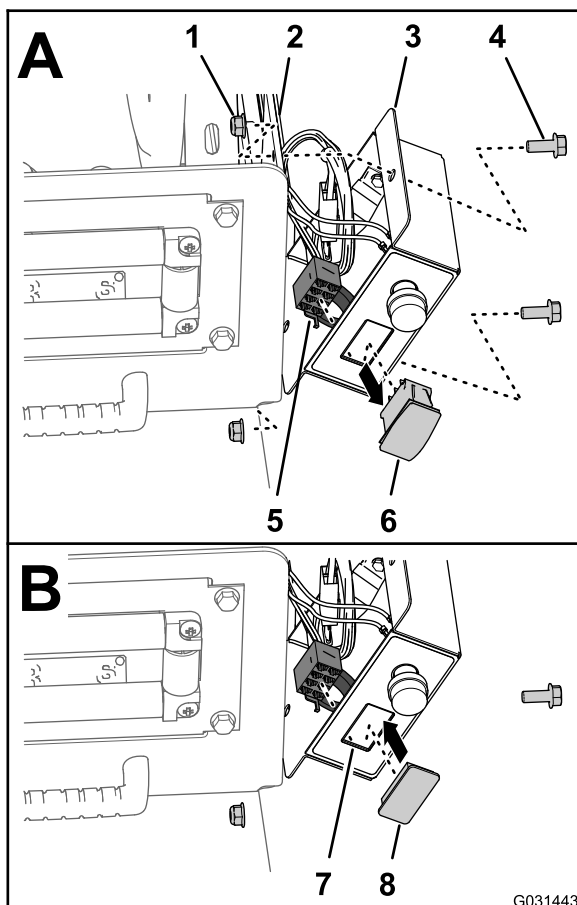

Figura 7
- Retire os 2 parafusos (5/16 x 3/4 pol.) e as 2 porcas de bloqueio (5/16 pol.) que prendem a caixa de controlo à placa de montagem do cilindro (Figura 7).
- Desligue o conector de 8 tomadas da cablagem da caixa de controle do interruptor de controle da pressão (Figura 7).
- Passo o conector de 8 tomadas por dentro da caixa de controle (Figura 7).
- Aperte as abas de bloqueio do interruptor de controle da pressão e pressione o interruptor para fora da caixa de controle (Figura 7).
- Alinhe o tampão do interruptor com a abertura na caixa de controle de onde retirou o interruptor (Figura 7).
- Insira o tampão do interruptor na caixa de controle até o tampão ficar bem preso na cobertura (Figura 7).
- Alinhe a caixa de controle com a placa de montagem do cilindro (Figura 7) e prenda a caixa à placa com os 2 parafusos (5/16 x 3/4 pol.) e as 2 porcas de bloqueio (5/16 pol.).